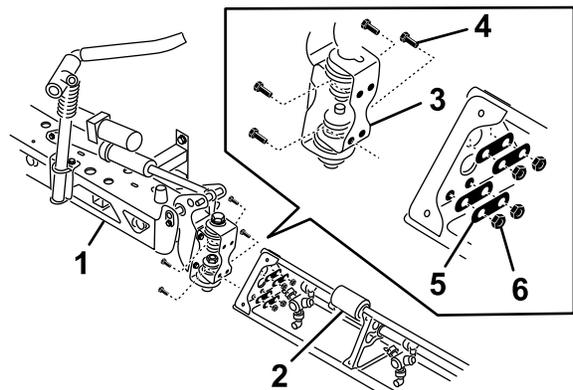

Figure 22
7. Montez le prolongement de la rampe centrale sur la plaque d'articulation au moyen des 4 boulons, 4 rondelles et 4 écrous retirés à l'opération 6, comme montré à la Figure 22.